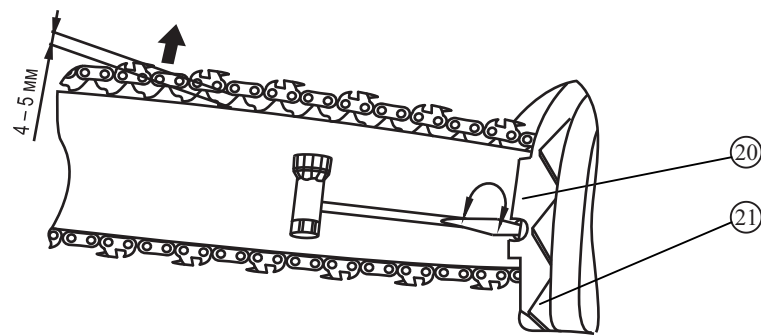

Рис. 3
- вращением отверткой винта натяжителя 20 на крышке 19 (рис. 3) обеспечьте положение штифта натяжителя так, чтобы при установке крышки он совпал с соответствующим отверстием шины;
- вращением отверткой винта натяжителя 20 на крышке 19 по часовой стрелке натяните пильную цепь так, чтобы при оттягивании цепи посередине шины она отходила приблизительно на 4-5 мм, не выходя из пазов и свободно двигалась от руки (рис. 3);